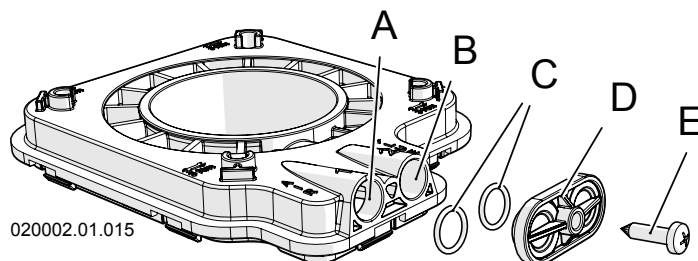

Figura 6-10 - Prese di analisi combustione Modelli 16-22
- 3.- collegare un analizzatore di combustione nella apposita presa sul raccordo di scarico fumi "B" (Figura 6-10 e 6-11);